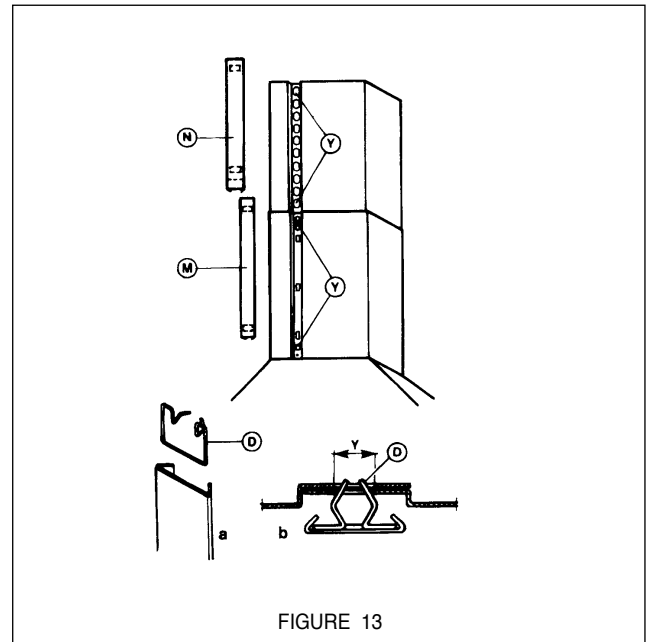

FIGURE 13
9. Des bandes de garniture sont fournies avec le couvercle pour sceller le couvercle de cheminée. Chaque bande se fixe au couvercle tel qu'il est illustré à la FIGURE 13. Les bandes (M et N) sont maintenues en place par des pinces (D), lesquelles s'insèrent dans les trous (Y) de la cheminée. Il sera peut-être nécessaire de couper la bande à la longueur appropriée avant l'installation. Faire attention à ne pas plier les bandes au moment de les couper.